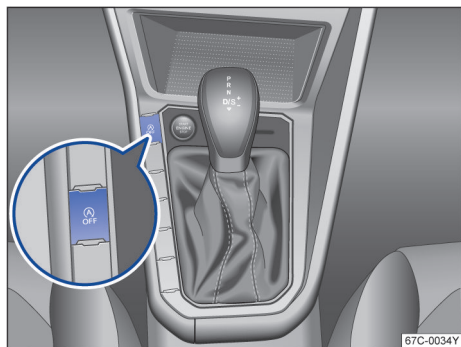

图 86 启停系统按钮
- 按两次按钮  → 图 86。
- 按下按钮  → 图 86。